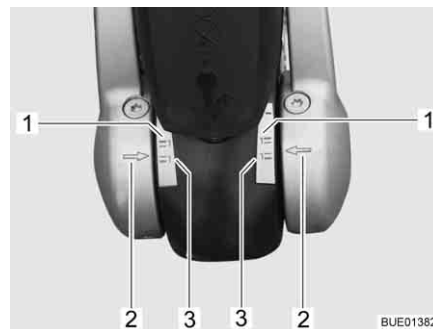

Fig. 97 Indicatori guarnizioni di attrito a sinistra e a destra
- Se le frecce sulla flangia di fissaggio disco (Fig. 97,2) si trovano sotto o sulla superficie di marcatura verde (Fig. 97,3), le guarnizioni di attrito sono considerate ancora nuove.
- Se le frecce sulla flangia di fissaggio disco si trovano all'interno delle superfici di marcatura (Fig. 97,1 e 3), le guarnizioni di attrito sono leggermente consumate.
- Se le frecce sulla flangia di fissaggio disco si trovano al di sopra della superficie di marcatura rossa (Fig. 97,1), le guarnizioni di attrito sono consumate. Far sostituire le guarnizioni di attrito.